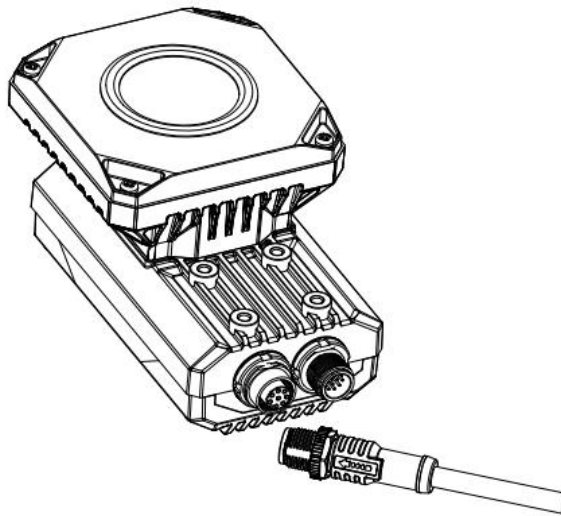

图3-3 设备网口接线
2. 使用航插转 RJ45 千兆网线将设备与交换机或者网卡正常连接，如图 3-3 所示。